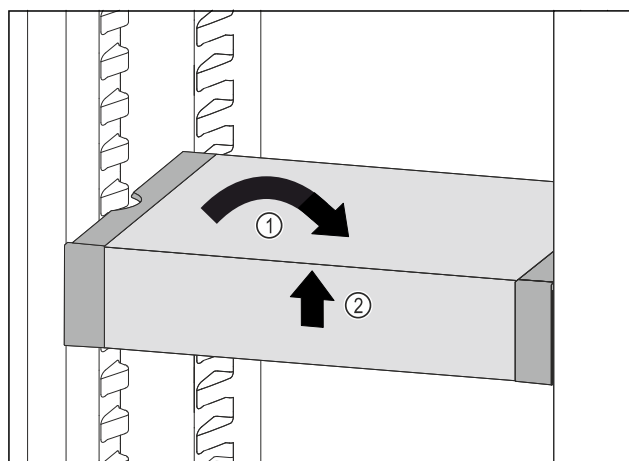

Fig. 60
- ▶ Predal VarioSafe postavite ravno. Fig. 60 (1)
- ▶ Predal VarioSafe dvignite spredaj. Fig. 60 (2)